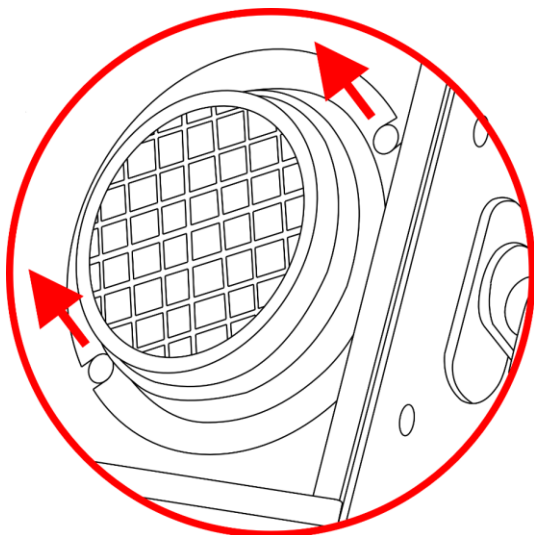

Fig. 03
- 01) Afloje los dos tornillos situados en la parte delantera de la carcasa de la lámpara (Fig. 03).